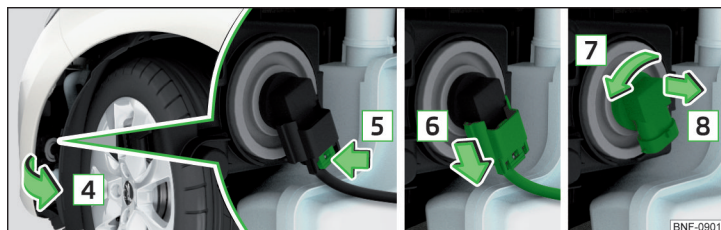

Fig. 177 Udskiftning af pære
- › Klap hjulkassebeklædningen op i pilens retning **4** » Fig. 177.